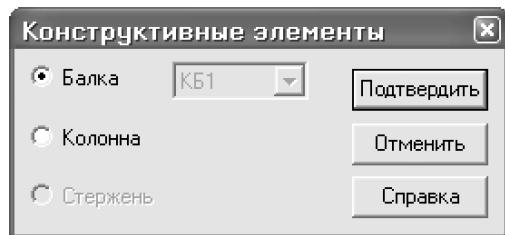

Рис.1.24. Диалоговое окно
- С помощью меню **Редактирование** ⇒ **Назначить конструктивный элемент** (кнопка  на панели инструментов) вызовите диалоговое окно **Конструктивные элементы** (рис.1.24).